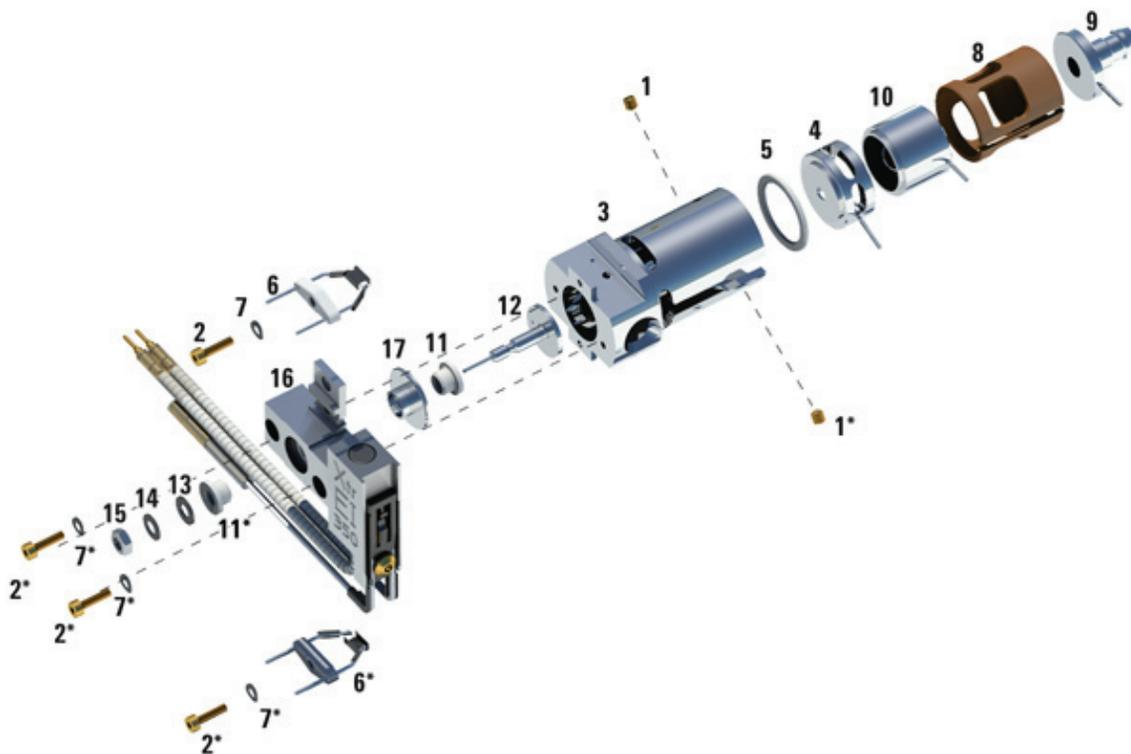

Figura 53. Desmontaje de la fuente EI XTR
Consulte el plano de despiece y la lista de piezas de la fuente EI XTR a la hora de llevar a cabo este procedimiento. (Consulte la **Figura 53** y la **Tabla 17** en la página 192).
- 3 Separe el conjunto del calentador de la fuente del cuerpo de la fuente; para ello, quite los dos tornillos. El conjunto del calentador de la fuente incluye el calentador de la fuente, el repulsor y las piezas relacionadas. (Consulte la **Figura 53** y la **Tabla 17** en la página 192).
- 4 Desmonte el conjunto del repulsor; para ello, separe la tuerca del repulsor, las arandelas, los aislantes cerámicos y el repulsor. (Consulte la **Figura 53** en la página 192).
- 6 Extraiga las lentes del cuerpo de la fuente y separe el aislante de las lentes, la lente de enfoque iónico, la lente extractora, el aislante de la lente extractora y la lente de entrada alargada. (Consulte la **Figura 53** en la página 192).
Tabla 17 Lista de piezas de la fuente EI XTR (Figura 53)
Tabla 17 Lista de piezas de la fuente EI XTR (Figura 53) (continuación)